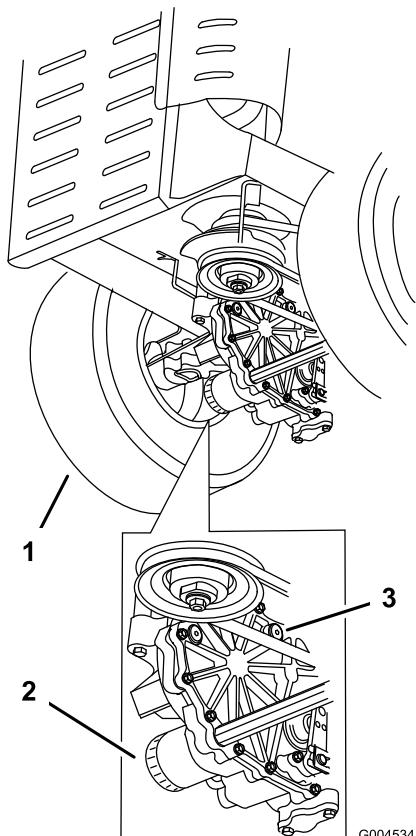

Bild 52
4. Reinigen Sie den Bereich um die Filter. Es ist wichtig, dass kein Schmutz oder Verunreinigungen in die Hydraulikanlage gelangen (Bild 52).
5. Schrauben Sie die Filter heraus und lassen Sie das Öl von der Antriebsanlage ablaufen (Bild 52).